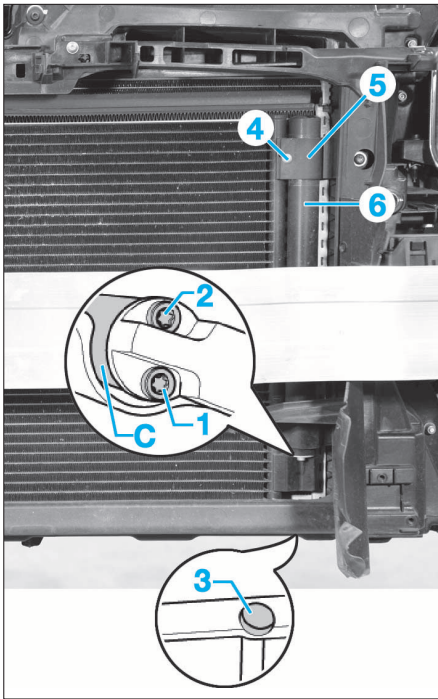

FIG. 28
Si le filtre déshydrateur est fixé au moyen de deux vis, il est possible que la vis (2) ne puissent être dévissée qu'après avoir déposé le condenseur dans le cas des façade avant ne présentant aucune ouverture (3). Il est également possible de percer un trou (diamètre env. 14 mm) dans la façade avant (procéder avec une extrême précaution afin d'éviter tout risque d'endommagement du radiateur et/ou du condenseur) (Fig.28).
- Déposer la vis (1) et la vis (2) si présente (Fig.28).